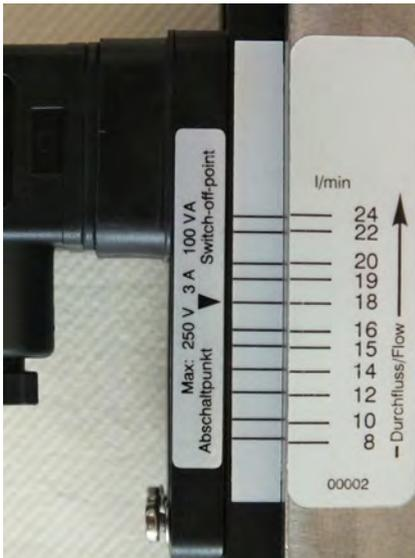

Abb. 35: Schaltwert ablesen (Beispiel-skala)
- Darauf achten, dass der Einstellpfeil, der Skalenstrich des Zusatztickettes (Führungsleiste) und der Skalenstrich der Körperskala in einer Flucht liegen (Abb. 35).